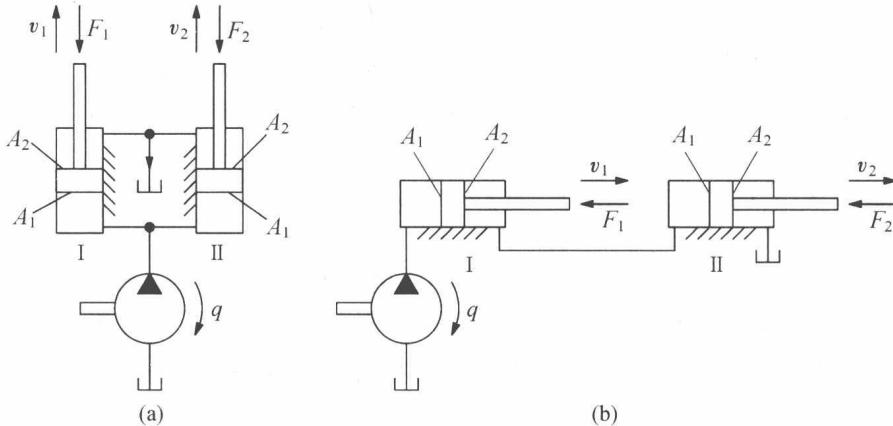

图1.2 练习题图
3. 如图1.2所示,两液压缸的结构和尺寸均相同,无杆腔和有杆腔的面积分别为 A_1 和 A_2 ,两者的关系是 $A_1=2A_2$,两缸承受负载为 F_1 和 F_2 ,且 $F_1=2F_2$,液压泵流量为 q ,求并联(图1.2(a))和串联(图1.2(b))时,活塞的移动速度和压力是多少?